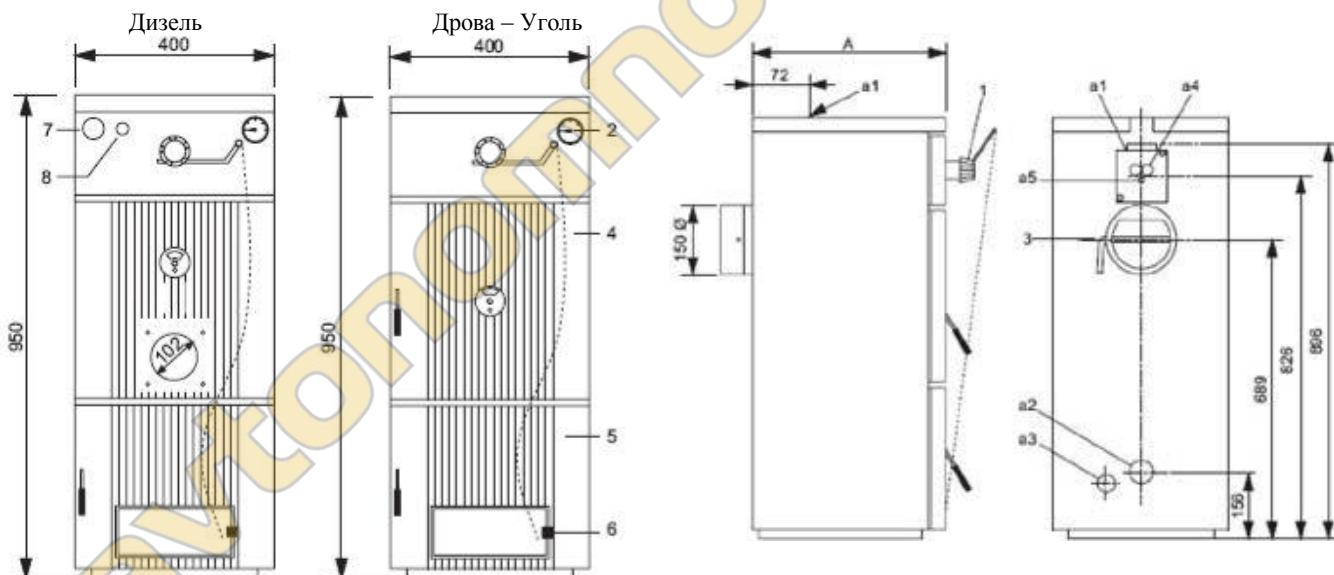

Рис. 2
3. Смонтировать аварийный клапан "P" на выход змеевика "N" с соблюдением направления вращения, указанного стрелкой. Вставить датчик "Q" клапана в соответствующее гнездо "a5" (Рис. 2).
Горелка должна быть смонтирована в соответствии с инструкцией по монтажу горелки с использованием набора оснастки, поставляемого под заказ, описание которого приводится в настоящем разделе. После установки горелки необходимо убедиться в плотности закрытия и теплоизоляции люка 6 рис.2.
2. Отрегулировать винт регулировки воздушной заслонки до полного закрытия заслонки ("L"=0). (закрепить люк 6 рис.2 герметично, что бы продукты сгорания топлива не попадали в жилое помещение)
Термостат защиты от перегрева и предохранительный клапан – на рис. 2 места установки а4 и а5
Аксессуары для установки надувной горелки – рис. 2 часть «дизель» подробнее см. раздел 5